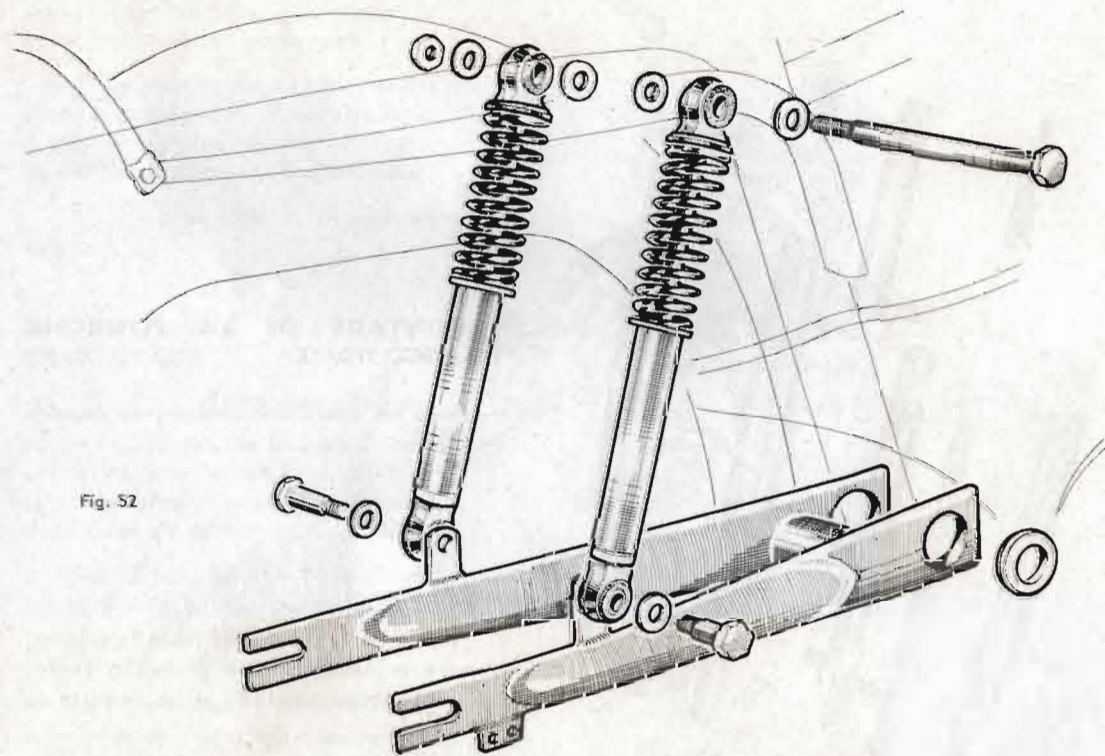

Fig. 52
- Dévisser et retirer les boulons de fixation inférieurs des amortisseurs (clé de 17) rondelle plate sous la tête de chaque boulon (fig. 52).